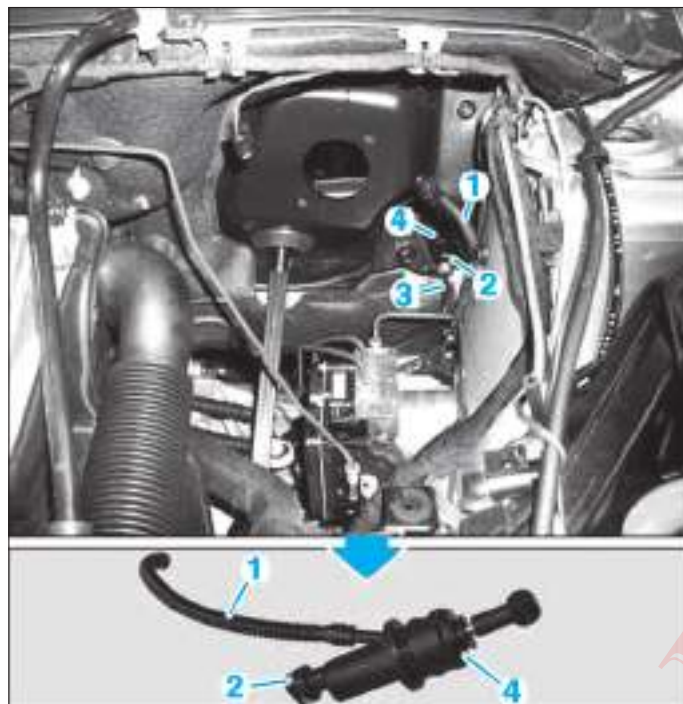

FIG. 2
- Déposer la durit (1) du réservoir du liquide de frein (illustration sans servofrein pour une meilleure vision) (Fig.2).